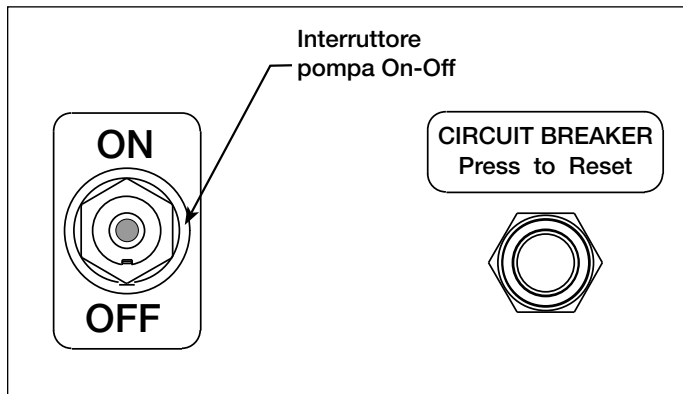

Figura 7, Pannello di comando della pompa
5.1 Interruttore On-Off della pompa (vedere figura 7)
4. Collegare l'unità all'alimentazione elettrica. Spostare l'interruttore on-off su ON. Vedere la figura 7.